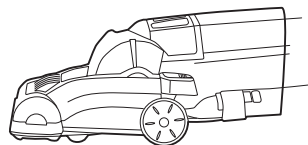

Fig. 4
4. Position basse - pour le nettoyage du dessous des meubles (Fig. 4).
3. Bouclez la nouvelle courroie autour de l'arbre de transmission (Fig. 3) et de l'anneau en relief situé entre les poils de la brosse (Fig. 4).